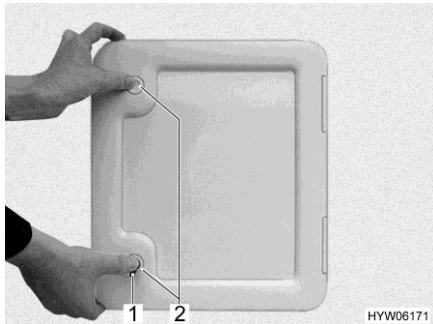
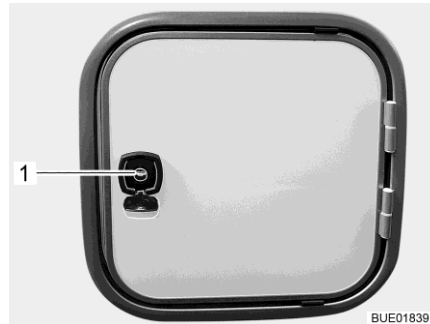

Bild 273 Lucka för latrintank
Bild 274 Lucka för latrintank (alternativ)
- Öppna luckan till latrintanken på fordonets utsida. Stick för detta in nyckeln i låscylindern i låset (Bild 273,1 resp. Bild 274,1) och vrid den medurs ett kvarts varv.
- I förekommande fall: Tryck samtidigt in de två trycklåsen (Bild 273,2) med tummarna och öppna luckan för latrintanken.